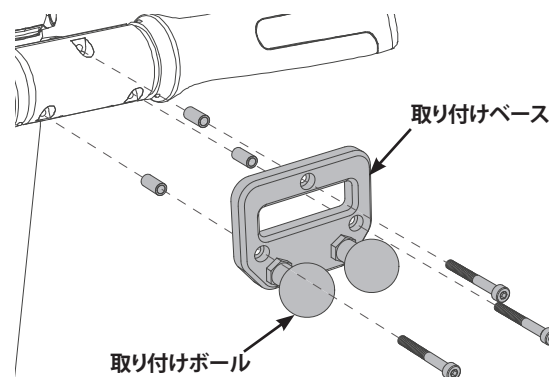

図 16. ハンドルバー アクセサリ取り付けベースの取り付け
- 図 16 のように、3 本の 35 mm 留め金具と、3 個のスペーサーを使って、取り付けベースをハンドルバーに取り付けます。留め金具を **11.0 N-m (8.1 ft-lbf)** のトルクで締め付けます。